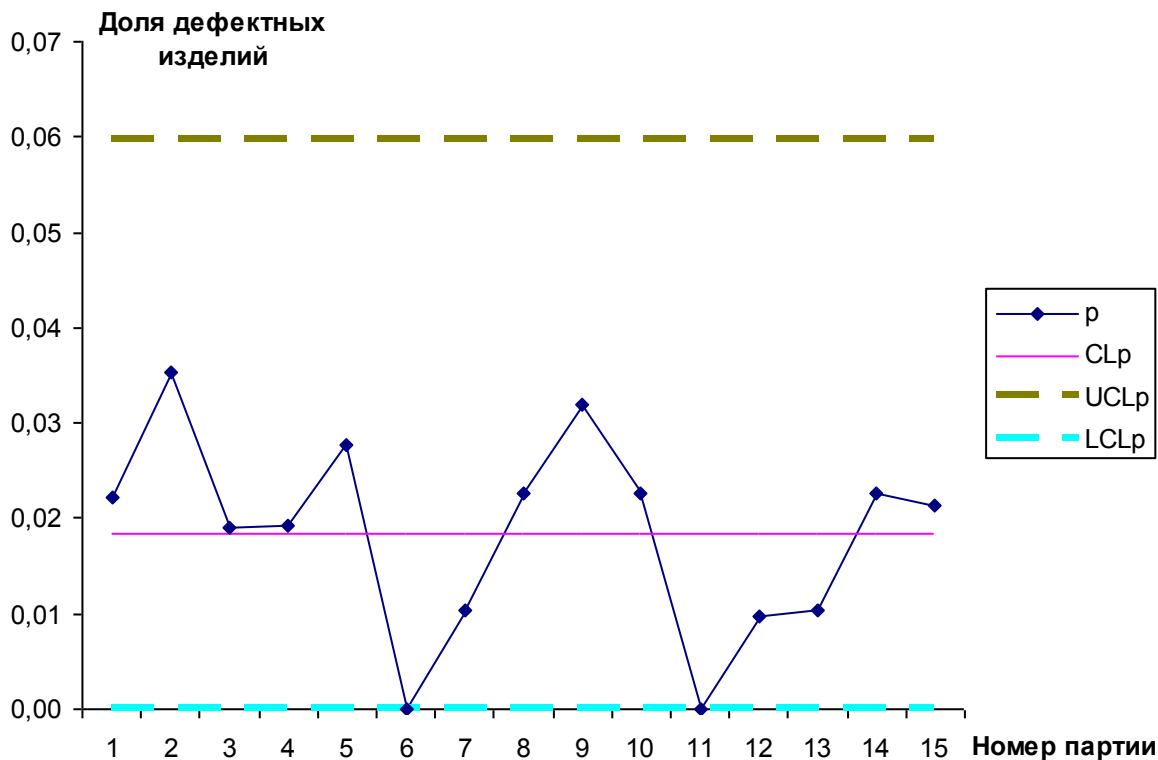

Рис.15. Контрольная карта доли дефектной продукции
4. Строи график контрольной карты (рис. 15).